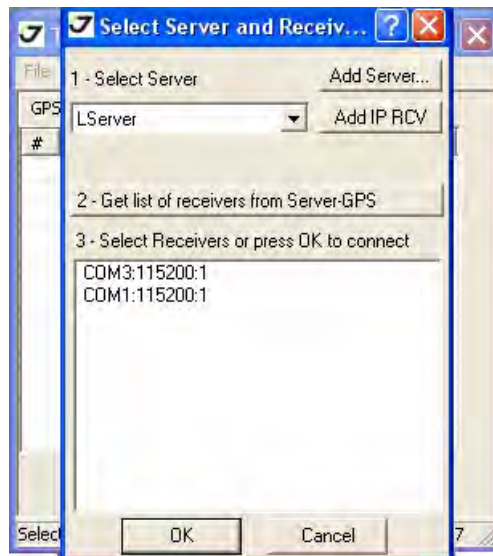

Рисунок 5-15. Параметры соединения
3. Запустите TriVU. Выберите порт (COM) и нажмите Ok (Рисунок 5-15).